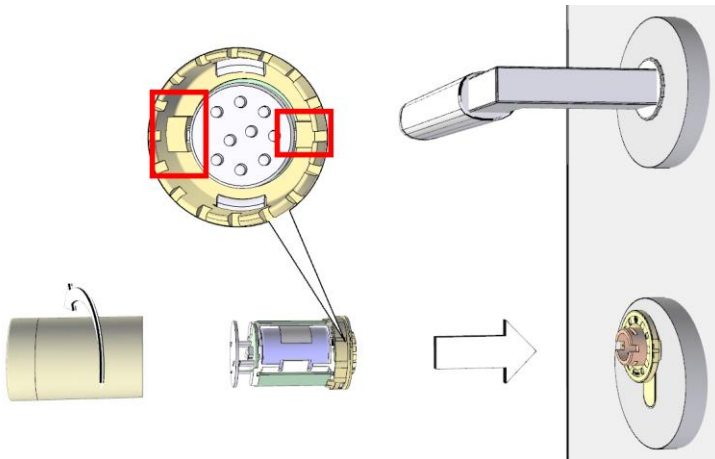

Fig. 31, Allentare la boccia del pomolo e applicare il pomolo elettronico
- ▶ Mettere il **pomolo elettronico** sul cilindro di chiusura, come rappresentato nella Fig. 31.
- ▶ Fare attenzione alla giusta posizione dei due marchi di passaggio (Fig. 31).